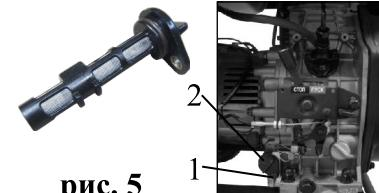

рис. 5
6.5.1 Открутите фиксирующий винт **1** (рис.5) и выньте фильтр **2** (рис.5) из картера.